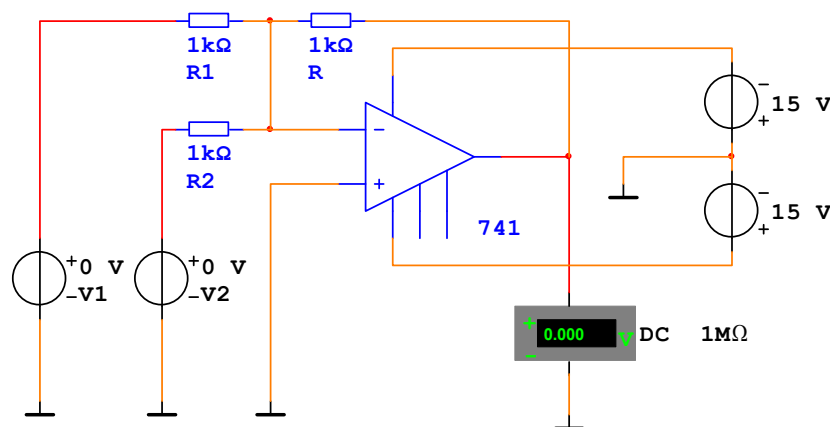

Рис.8.5
8.2.6. Соберите схему инвертирующего сумматора двух напряжений на ОУ, изображенную на рис.8.5. Величины входных напряжений  $V1$  и  $V2$  и сопротивления резисторов  $R1$ ,  $R2$  и  $R$  установите по указанию преподавателя (на схеме показаны условно). Проверьте работу схемы. Сделайте выводы.